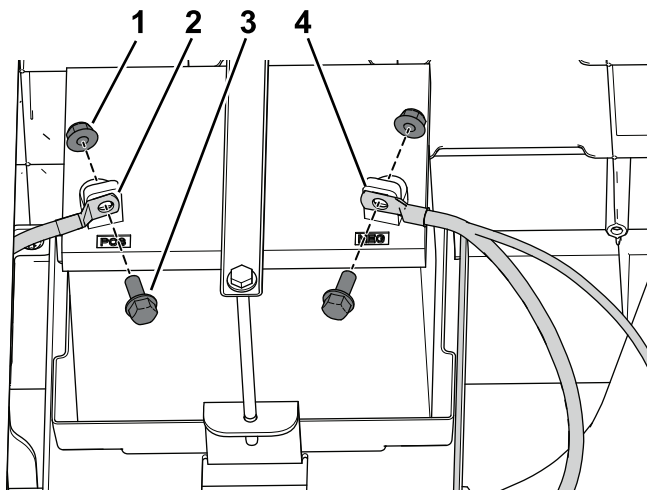

图48
1. 使用螺栓和螺母将正极 (+) 接线固定到电池端子 图48。
2. 使用螺栓和螺母将负极 (-) 接线固定到电池端子图48。